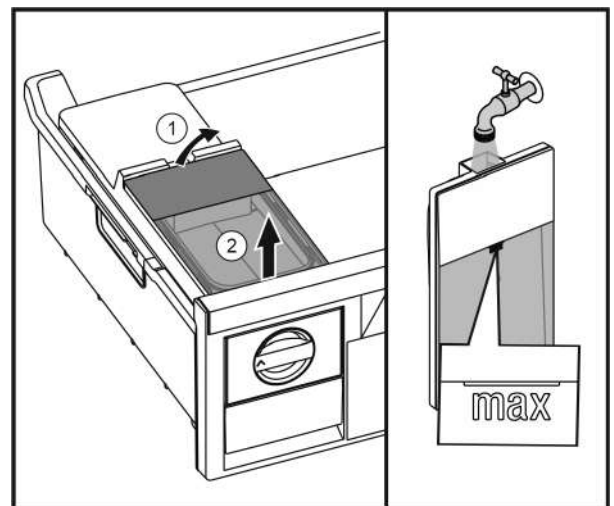

Fig. 31
- ▶ Підняти бак для води ззаду Fig. 31 (1) та вийняти вгору Fig. 31 (2).